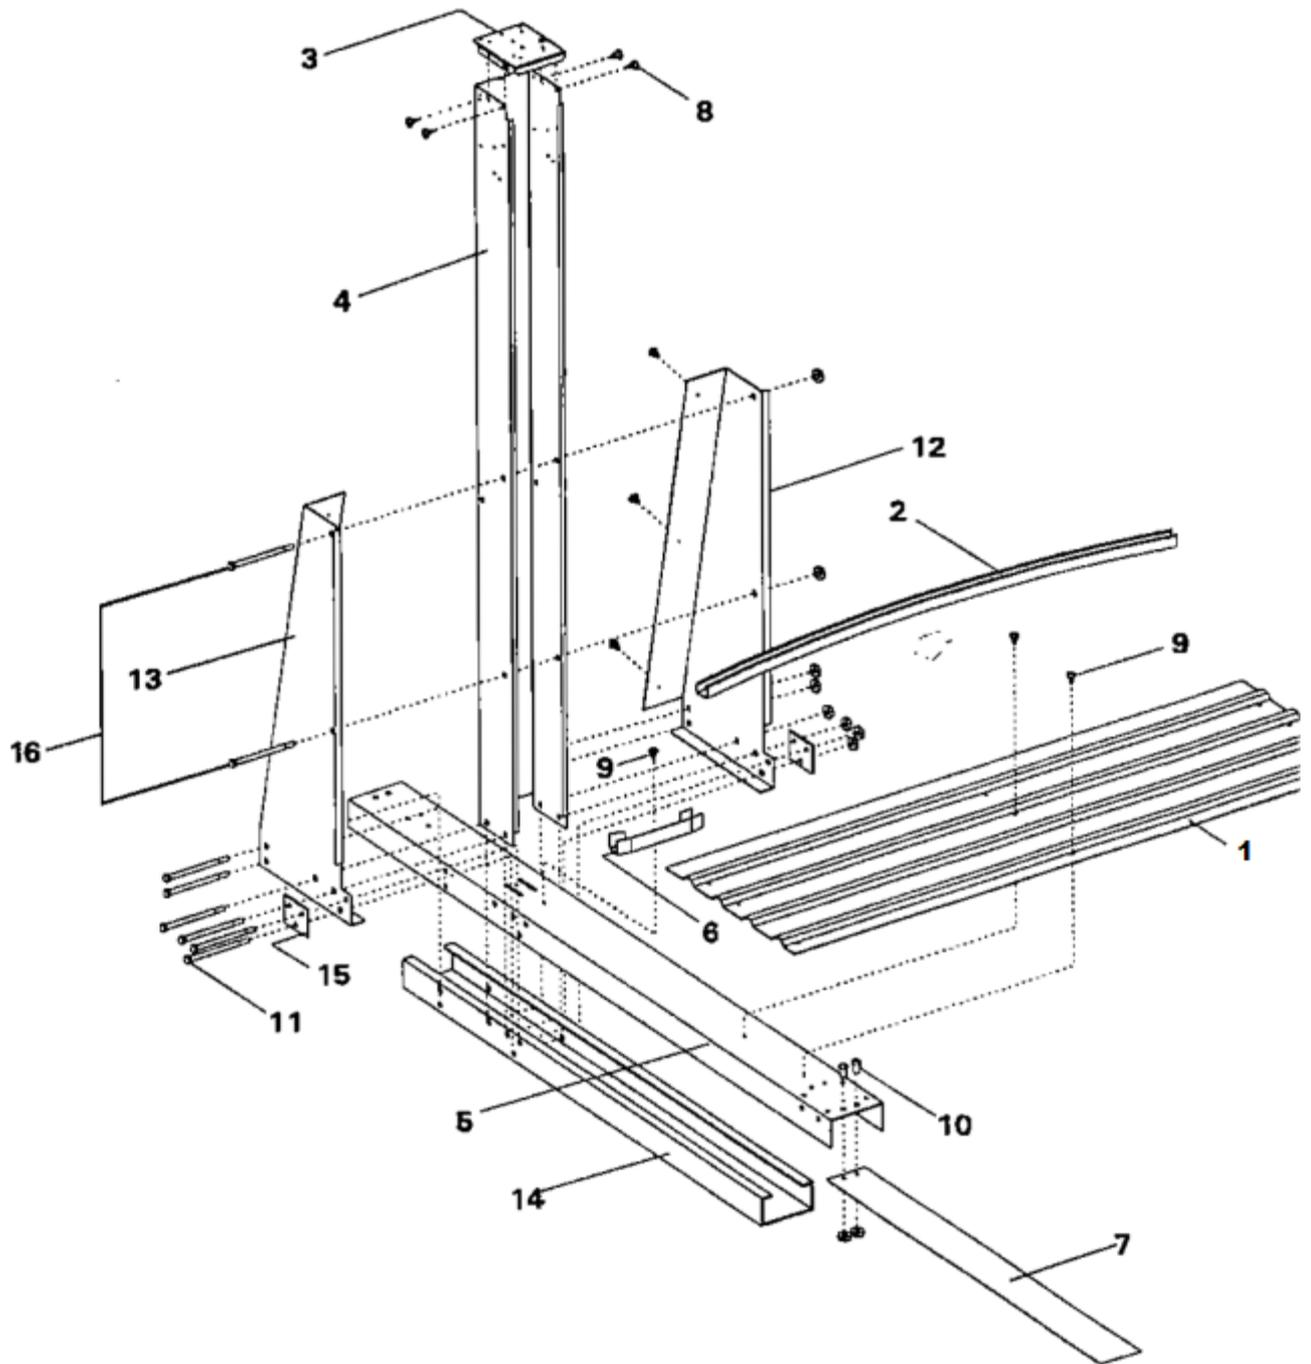

Figur 2
6. Ebnen Sie nun den Aufstellungsplatz so lange ein, bis dieser vollkommen eben ist. Ein ordnungsgemäß vorbereiteter Aufstellungsplatz ist Voraussetzung für eine problemlose Montage Ihres Schwimmbeckens. Figur 2.